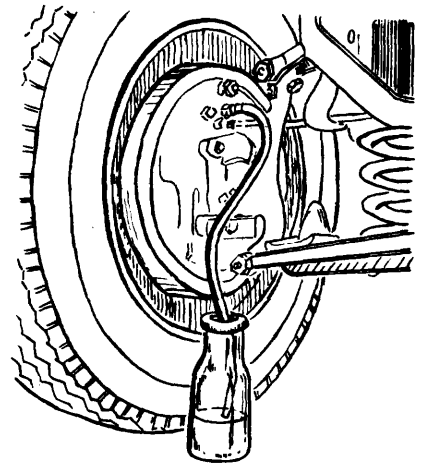

Fig.1
- a Conecte una manguera entre el purgador y el depósito de recepción de líquido (fig.1), en la rueda más alejada de la bomba.